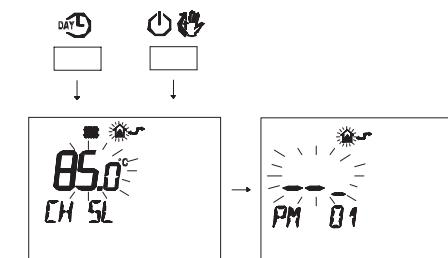

Figura 5.45
- Pulse simultáneamente los botones **DAY** y **OFF** para entrar en la modalidad de programación transparente (Figura 5.45).